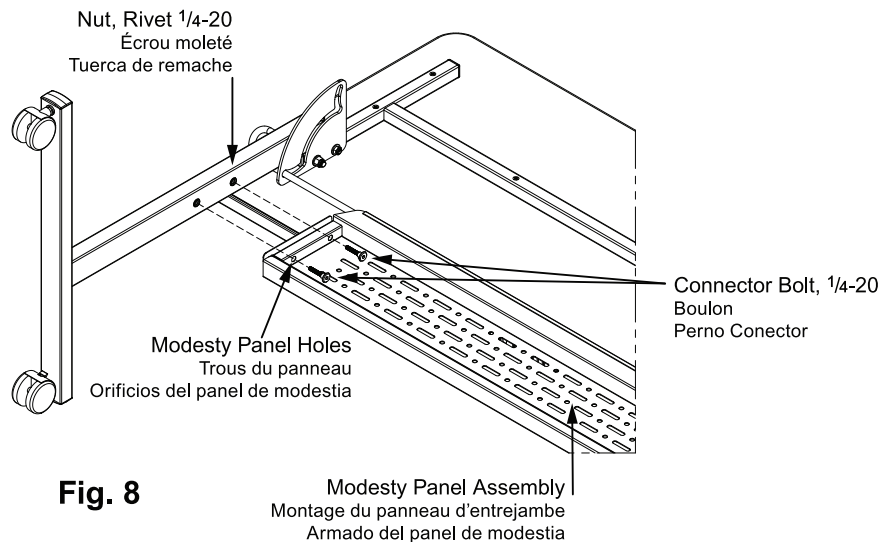

Fig. 8
8. Actuate the handle on the curved slot plate so the left-hand and right-hand leg assemblies orient in a flat or in a down position. Make sure the modesty panel holes align with the threaded holes in the left-hand and right-hand leg assemblies as shown in Fig. 8. Attach modesty panel with (2) 1/4-20 connector bolts on each end with the provided Allen wrench.
8. Assurez-vous que les deux pattes soient parallèles en bougeant la poignée. Les trous du panneau d'entrejambe devraient s'aligner avec ceux des deux pattes, tel qu'illustré à la figure 8. Utilisez la clé hexagonale pour fixer les deux extrémités du panneau à l'aide de 2 boulons 1/4-20.
8. Accione el agarradero en la placa de ranura curva para que las unidades de las patas de la mano izquierda y de la mano derecha queden orientadas en una posición plana o hacia abajo. Asegúrese de que los orificios del panel de modestia estén alineados con los orificios roscados en las unidades de las patas de la mano izquierda y de la mano derecha como se muestra en la Fig. 8. Fije el panel de modestia con 2 pernos conectores 1/4-20 en cada extremo con la llave Allen provista.